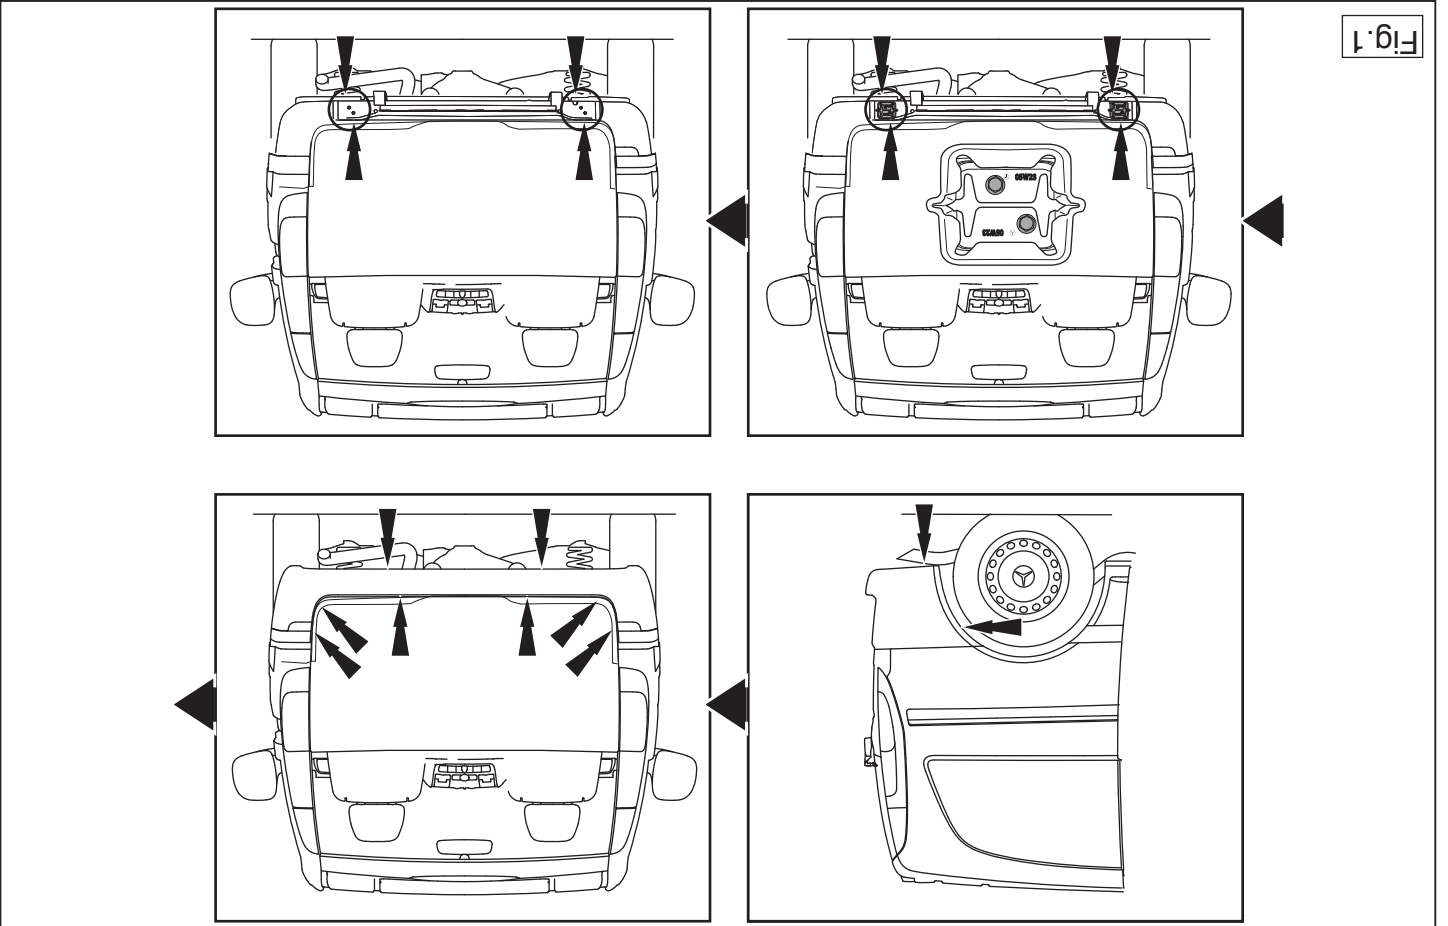

Fig. 1
2. Remove the bumper (See figure 1).
4. Dismount the metal cover panels LH and RH side in the position of the frame members. These are fixed with 4 bolts. The cover panels will no longer be used (See figure 1).
2. Démontez le pare-chocs (Voir la figure 1).
4. Démontez les panneaux de couverture métallique à gauche et à droite au niveau des longerons du châssis. Ils sont fixés avec 4 boulons. Remplacer les boulons. Les panneaux de couverture métallique ne sont pas remontés (Voir la figure 1).
2. Die Störstange abmontieren (Siehe Abbildung 1).
4. Die Metallabdeckklappen links und rechts im Bereich des Chassis-rahmes demontieren. Diese sind mit 4 Schrauben befestigt. Die Schrauben wieder anbringen. Die Abdeckklappen werden nicht mehr benötigt (Siehe Abbildung 1).
2. Demonter kofangeren (Se fig. 1).
9. Monter kuglestangen, inklusive kontakplade, planskiver og selvåsen- 8. Monter de fjernede dele. 7. Sæt i følge figur 2 eller 2a de markerede dele ud. 6. Spænd alle bolte og møtrikker if. tabellen. 5. Monter anhängetræk ved punkterne A. ge (Se fig. 1).